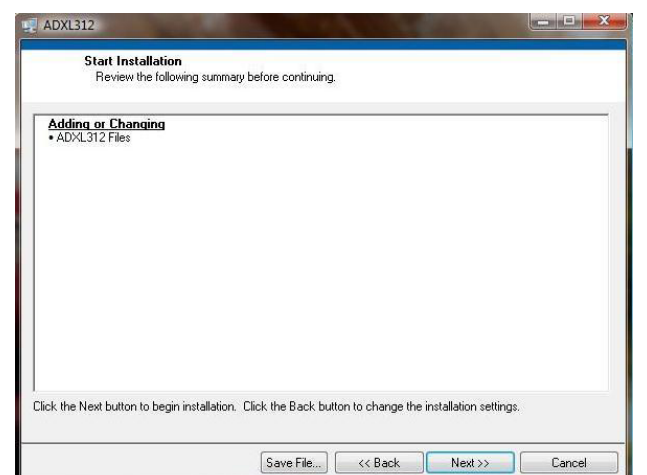

図 14. インストールの開始 (表示される内容は PC の条件によって異なります)
3. **National Instruments Software License Agreement** をお読みください。**I accept the License Agreement(s)** を選択して **Next >>** をクリックします。インストーラは、PC へのインストールが必要なコンポーネントを示します (図 14 を参照)。